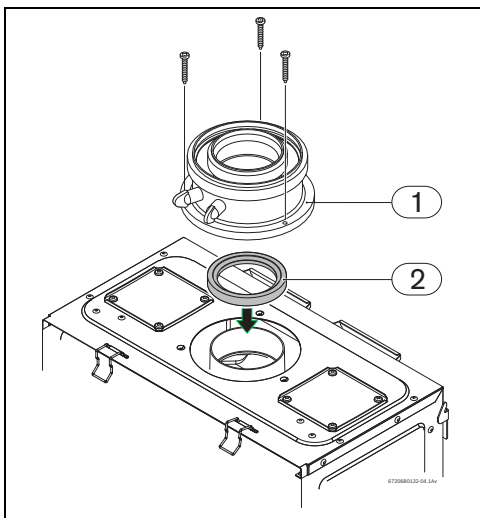

Fig. 29 Accesorio AZB 931 (cod. 7 716 780 184)
- ▶ Colocar el sello entre el aparato y el accesorio, consultar la Fig.29, pos. 2.
- ▶ Apretar los 3 tornillos del accesorio de evacuación, consultar la Fig. 29 , pos. 1.